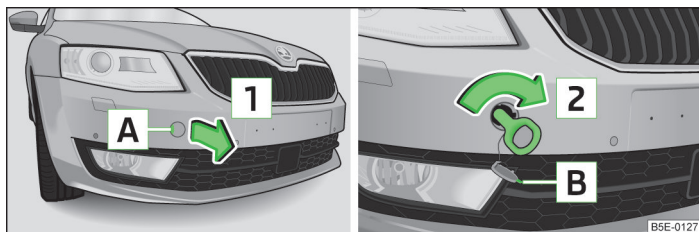

Fig. 169 Paragolpes delantero: Desmontaje de la caperuza protectora/montaje de la argolla de remolque
- Presionar la caperuza cobertora en la zona **A** » fig. 169.
- Enroscar la argolla de remolque a mano en el sentido de la flecha **2** » fig. 169 hasta el tope.